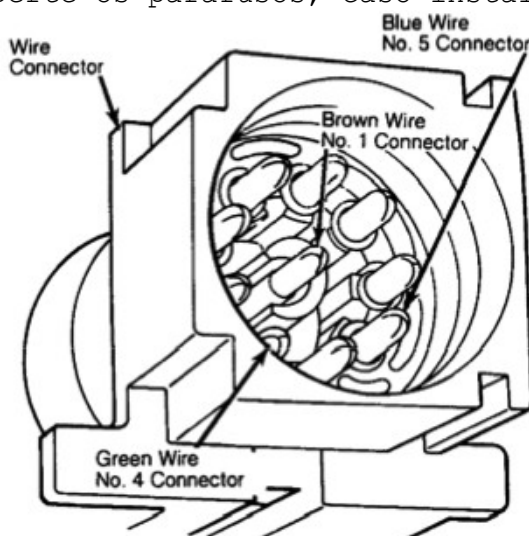

Fig. 10: Conector do atuador da tração.
- 2) Em modelos de acionamento eletrônico, fabrique uma ferramenta conformando um pequeno gancho na ponta de um clipe de papel ou pino de trava. Remova a luva de trava do conector pescando com o gancho e puxando do fundo. Veja fig. 10. Remova o fio marrom (centro), verde (#4) e azul (#5) puxando pela parte de trás do conector.